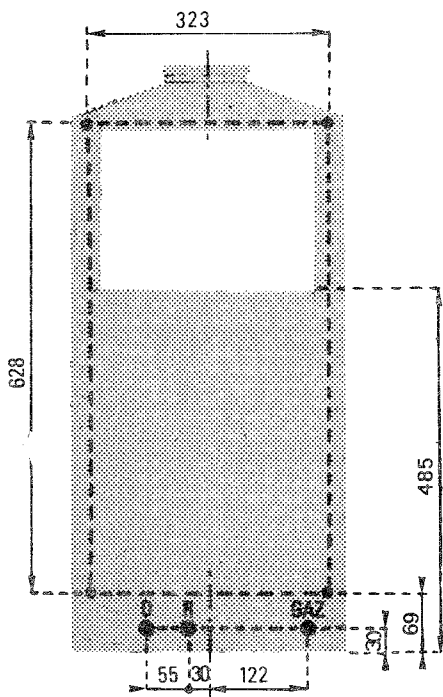

Fig. 4
Stand van de ketel. (fig. 4)
- Water en gas. (fig. 4)